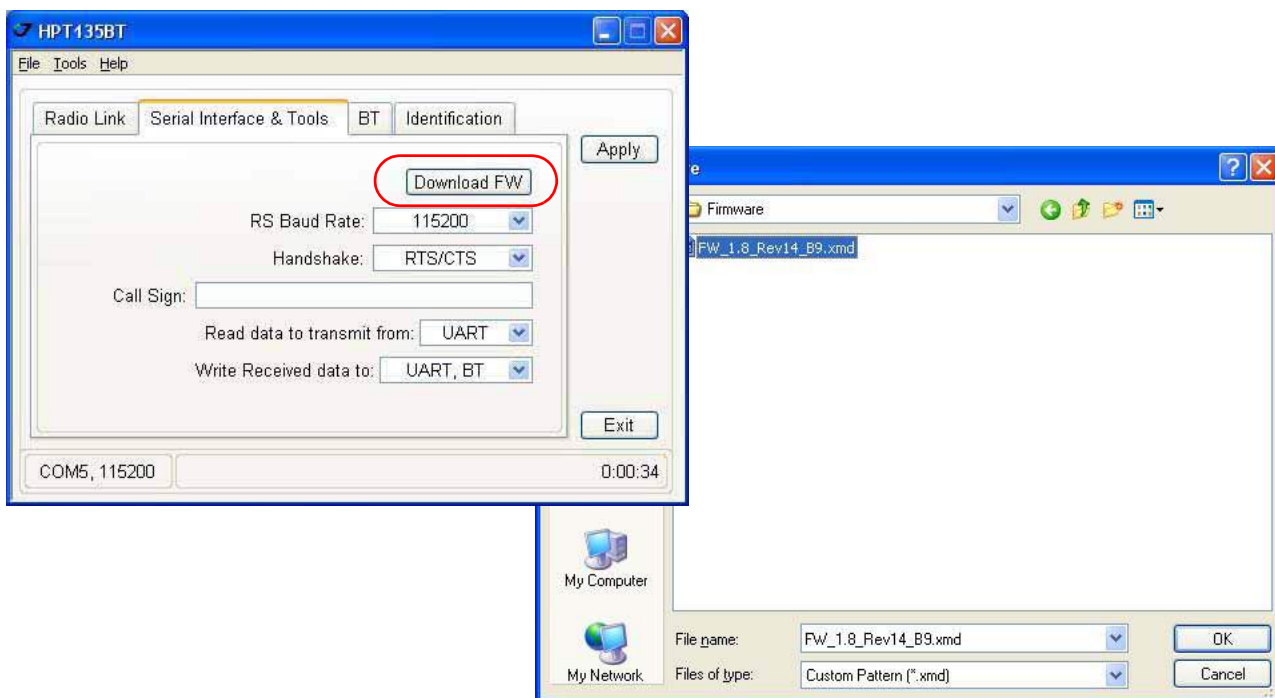

Рисунок 2-8. Serial Interface & Tools
4. В закладке *Serial Interface & Tools* нажмите кнопку *Download FW* (Рис. 2-8).